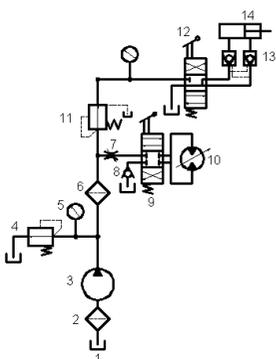

图 17.8.59 编辑单行文字
(1) 将图层切换至“尺寸线层”图层。
(2) 用 **绘图(D)** → **文字(X)** → **单行文字(S)** 命令创建文字，使用默认的文字样式，文字的高度为值 10，并将其移至合适的位置，完成后的图形如图 17.8.59 所示。